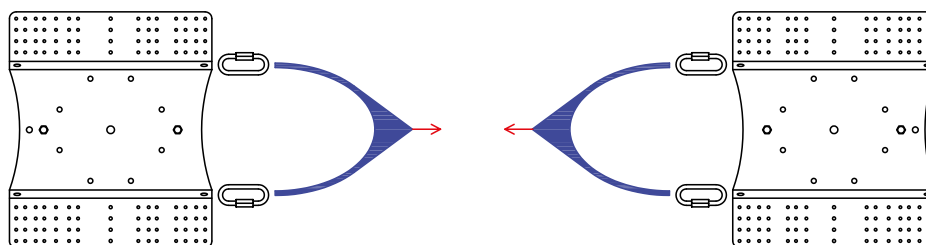

Figura 10.1
- en los sistema de un solo vano, después de la instalación, realizar una comprobación al corte en la dirección longitudinal entre los dos dispositivos adyacentes (dispositivo terminal - dispositivo terminal, véase figura 10.1), según las modalidades descritas en el apartado “*Modalidad de ejecución de la prueba de comprobación de la correcta instalación*”, con el fin de comprobar la adherencia de la capa de cubierta a la estructura subyacente.